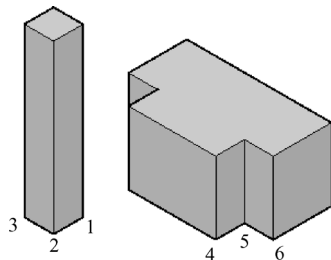

图 10-46 已存在的两个实体模型
1) 打开本书配套的“三维对齐.dwg”文件，文件中已经存在着图 10-46 所示的两个实体对象。